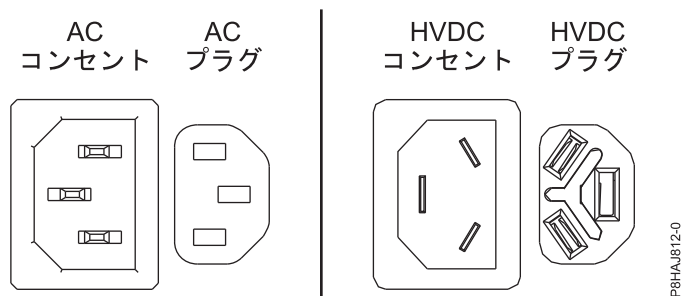
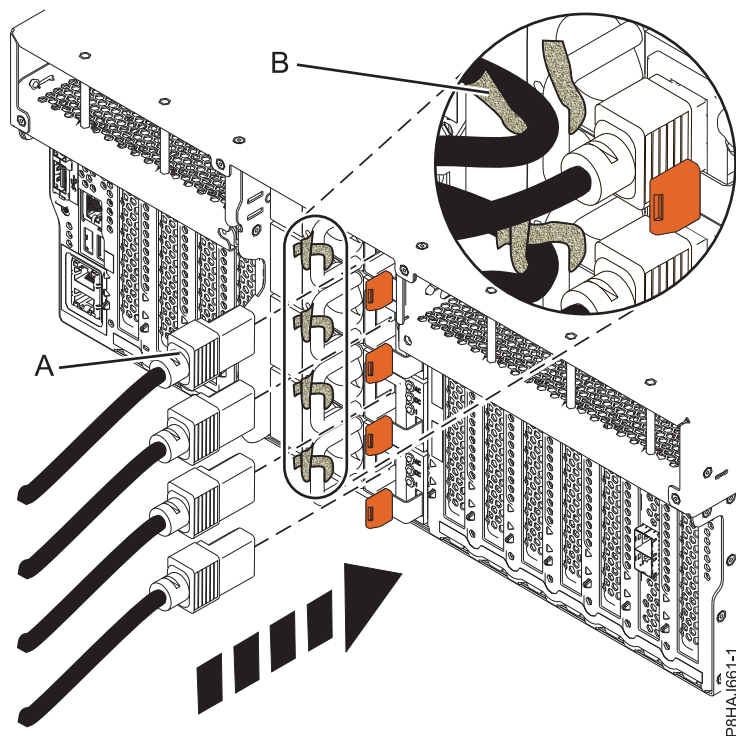
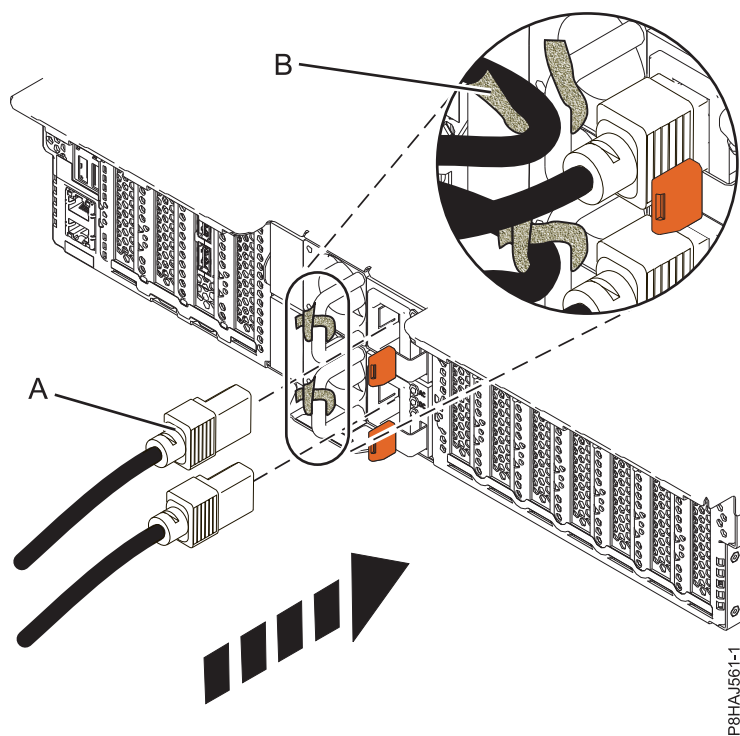
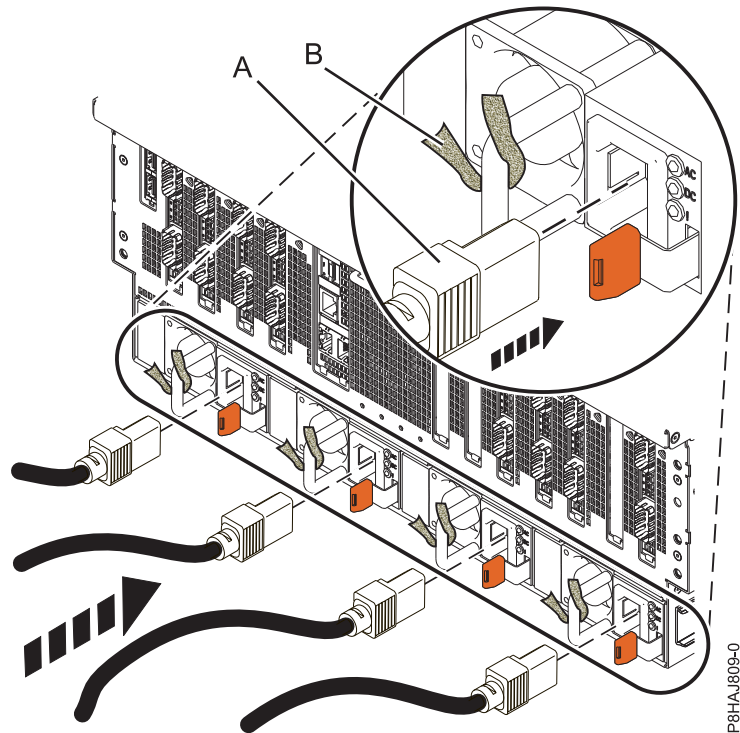

図 30. AC コネクターと HVDC コネクター
図 31. 8247-42L、8286-41A、または 8286-42A システムへの電源コードの接続
図 32. 8247-21L、8247-22L、または 8284-22A システムへの電源コードの接続
図 33. 8408-E8E システムへの電源コードの接続
2. 電源コード (A) をシステム装置に再接続します。ご使用のシステムのタイプに応じて、図 31、59 ページの図 32、または 59 ページの図 33 を参照してください。図 30 は、サポートされる交流 (AC) コネクターおよび高電圧直流 (HVDC) コネクターを示しています。